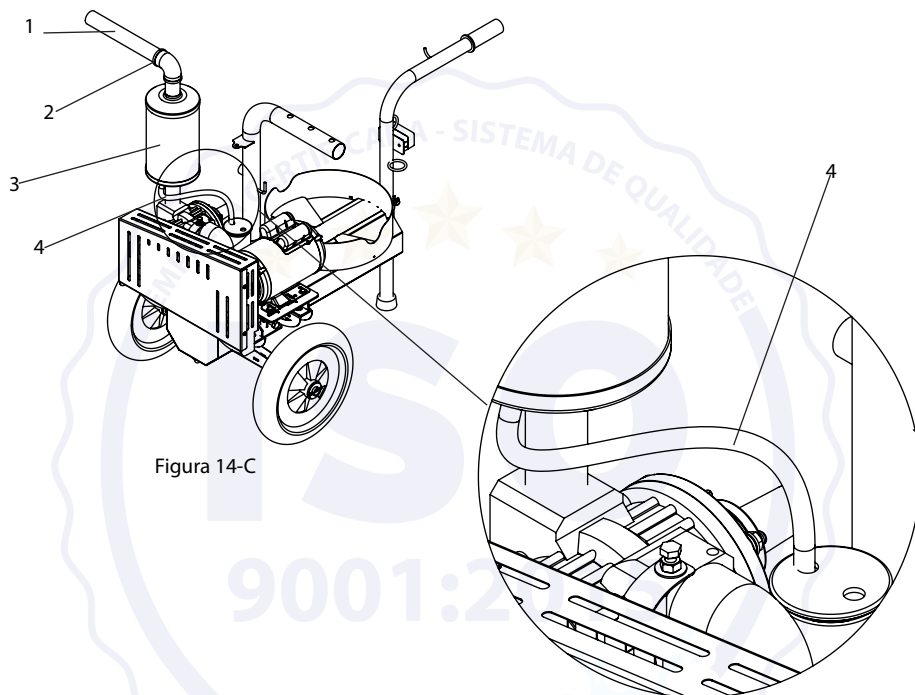

Figura 14-C
- Localize as peças necessárias para instalação conforme a lista de materiais da etapa 14 (Figura 14-A);
- Insira o silencioso 3 pela parte superior da bomba (Figura 14-B);
- Coloque o cotovelo 90° 2 no alongador do silencioso 1, após rosqueie os mesmos no silencioso (Figura 14-B);